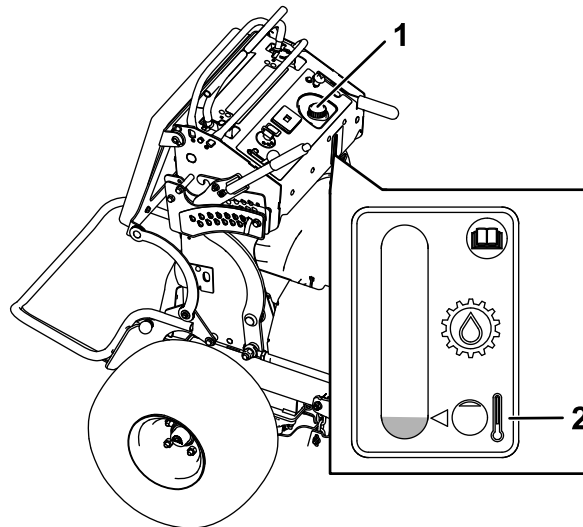

Figura 74
4. Limpie alrededor del cuello de llenado y el tapón del depósito de aceite hidráulico (Figura 74).
5. Retire el tapón del cuello de llenado (Figura 74).